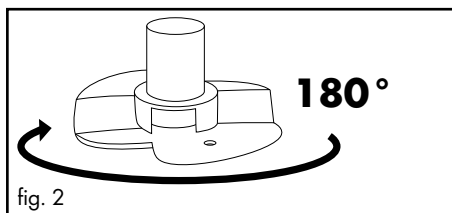
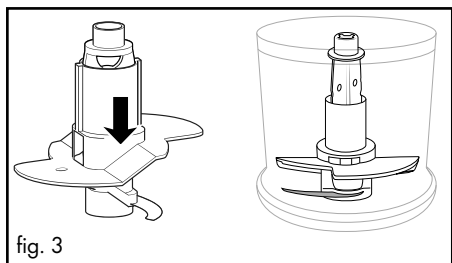

fig. 2
fig. 3
- Pentru 200 ml de frișcă rotiți paletel **10** orizontal la 180° (fig. 2), astfel încât acestea să nu se mai sprijine decât pe un cuțit **7** și să se fixeze (fig. 3). Astfel, acestea se vor ridica prin frișcă: